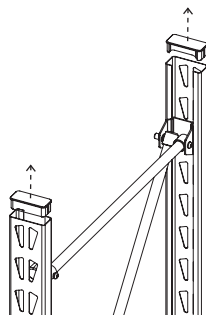

Fig. R.1
! AVERTISSEMENT : La couture qui joint les étagères supérieures et inférieures doit être entièrement recouverte soit par deux (2) supports d'empilage, soit par un support d'empilage et une traverse (Fig. R.1, R.2). Le fait de ne pas couvrir complètement la couture avec des supports d'empilage et des traverses entièrement insérés peut provoquer